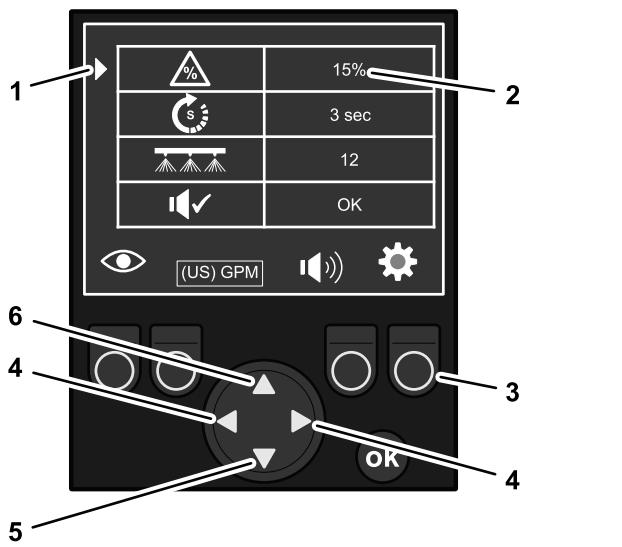

Figure 156
1. Sur l'écran RÉGLAGES, appuyez sur les flèches haut ou bas du bouton de navigation/saisie jusqu'à ce que l'indicateur de réglage actif soit en face de ERROR TOLERANCE (tolérance d'erreur) (Figure 156).
2. Servez-vous de la flèche gauche ou droite de modification de valeur sur le bouton de navigation/saisie (Figure 156) pour modifier la valeur de tolérance (%) comme suit :
bouton de fonction 4 sous l'indicateur de bouton de réglages pour revenir aux écrans d'état de débit (Figure 156).